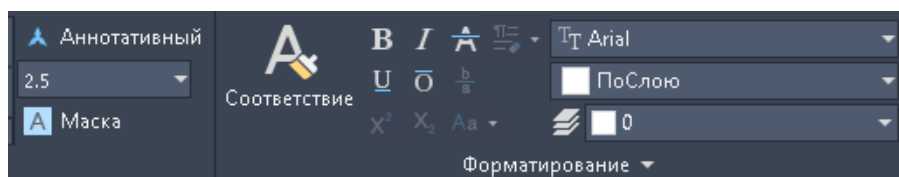

Рисунок 52 – Форматирование текста
2. **Откроется диалоговое окно Text Formatting (Форматирование текста)** (рис. 52).